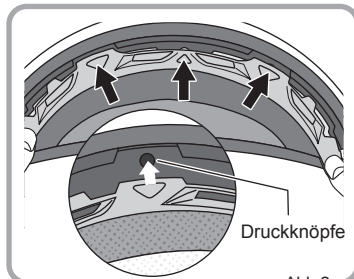

Abb.2
2. Setzen Sie die drei Druckknöpfe wie in Abb.2 gezeigt auf der Vorderseite ein.